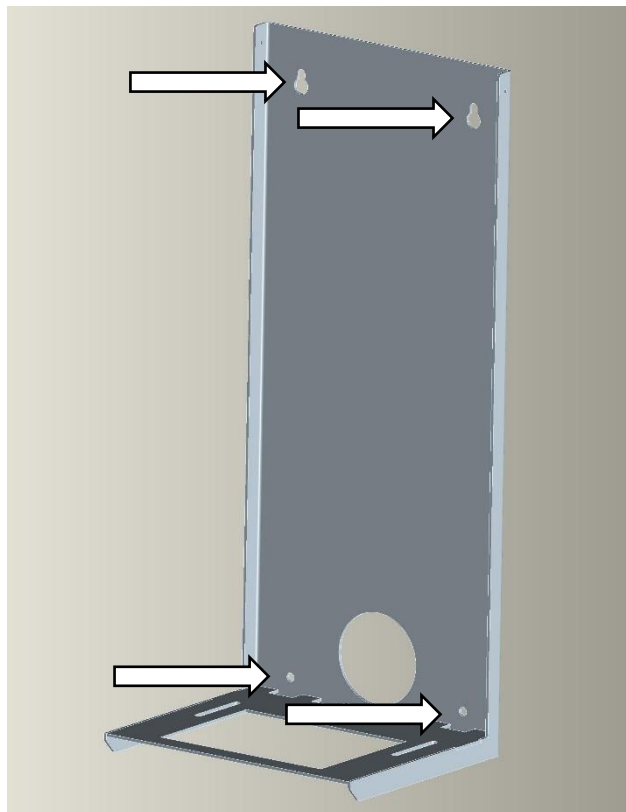

Fig. 6 : fixation murale
1. Fixer la fixation murale à la hauteur souhaitée à l'aide d'un système d'ancrage adapté au mur. À cet effet, marquer les 4 trous de vissage (diamètre 12 mm) de la fixation sur le mur et percer les trous. Monter ensuite le système d'ancrage et visser la fixation murale (Fig. 6).